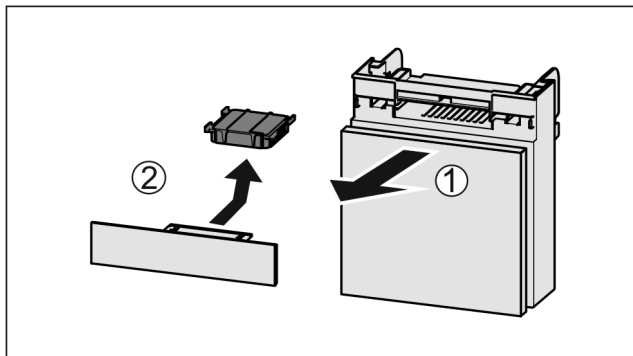

Fig. 185
- ▶ Extrageți Fig. 185 (1) compartimentul către înainte.
- ▶ Scoateți Fig. 185 (2) filtrul de cărbune activ.